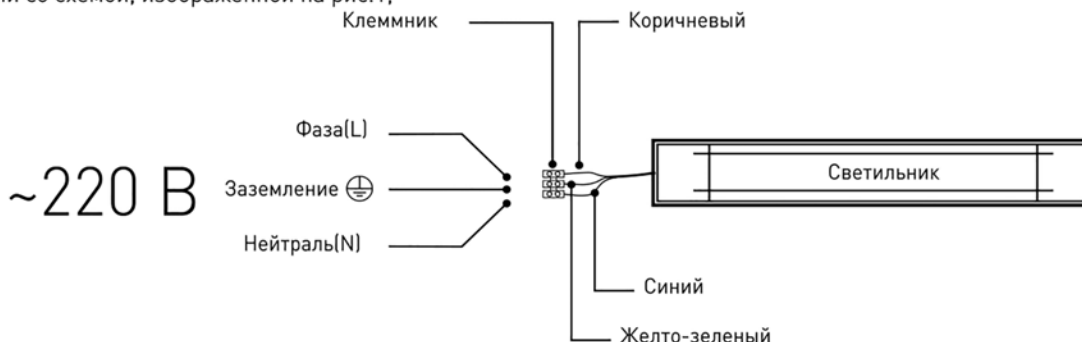

Рис.1. Схема подключения светильника к сети 220В.
3.3.2. Этот провод необходимо подключить к проводу источника питания с помощью внешнего клеммника (в комплект не входит) в соответствии со схемой, изображенной на рис. 1;